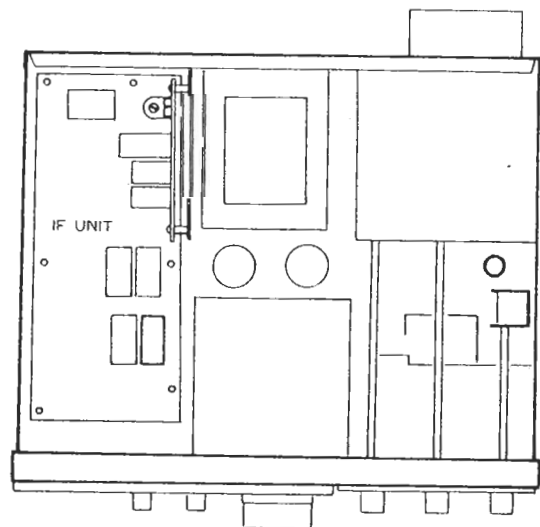

Figura 2
2. Remueva los seis tornillos que sujetan la Unidad IF (localizada a la izquierda del chasis como lo muestra la Figura 2).